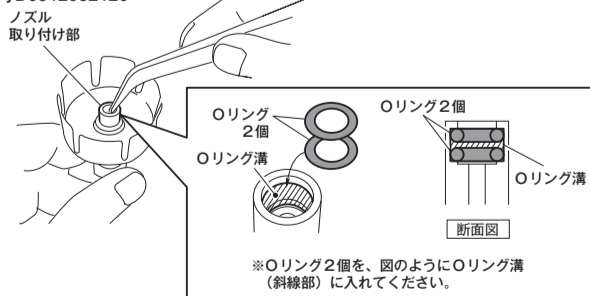

図17
- ① 切換バルブ内側のノズル取り付け部より、古いOリングをピンセット等で2個共取り外します。
- ② 新しいOリング2個を、ピンセット等でノズル取り付け部内のOリング溝(図17、斜線部)に、取り付けてください。